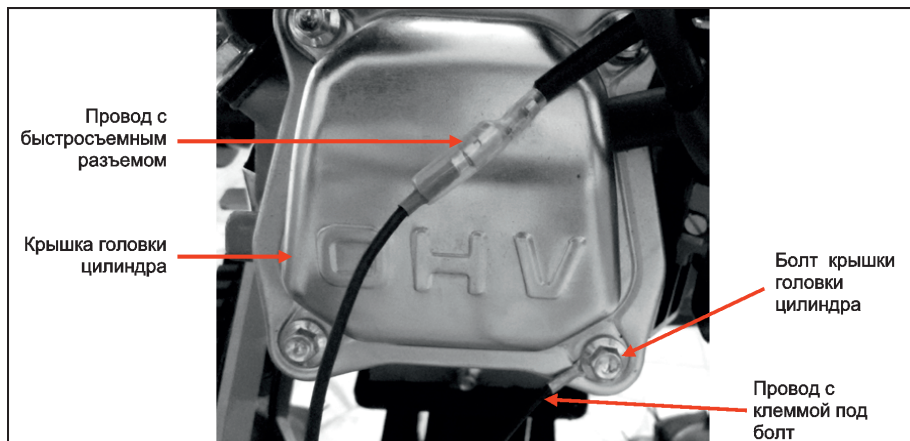

Рис. 7
9. Подсоедините два провода выключателя двигателя. Провод с быстросъемным разъемом необходимо подсоединить к проводу с таким же быстросъемным разъемом (Рис. 7). Провод с клеммой под болт необходимо подсоединить к крышке головки цилиндра, используя болт крепления крышки (Рис. 7).